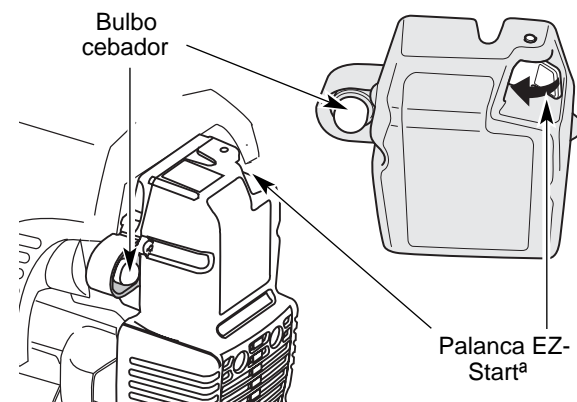

Fig. 10
4. Empuje la Palanca azul de EZ-Start® hacia la primera bombilla hasta que haga un clic y quede trabada en su lugar (Fig. 10).